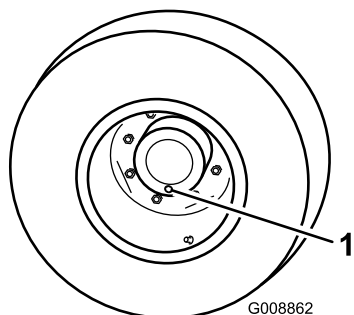

Figure 69
1. Placez la machine sur une surface plane et horizontale et tournez une roue de sorte que l'un des bouchons de contrôle se trouve à la position la plus basse (6 heures) (Figure 69).